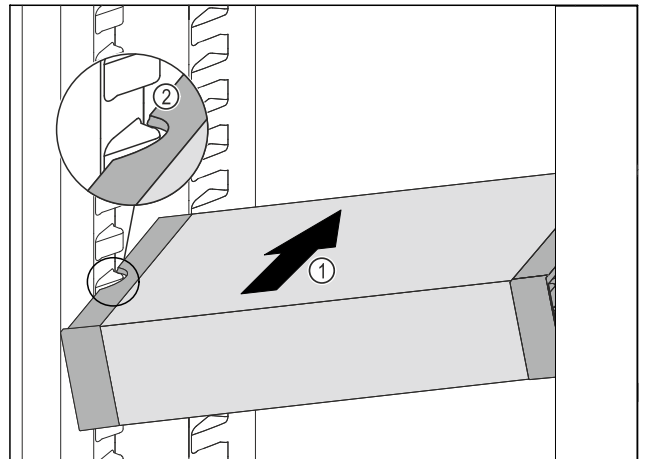

Fig. 63
▶ Inserte el VarioSafe en el compartimento frigorífico en ángulo Fig. 63 (1), hasta que las cavidades laterales Fig. 63 (2) del VarioSafe estén al mismo nivel que la ranura del recipiente en el compartimento frigorífico.